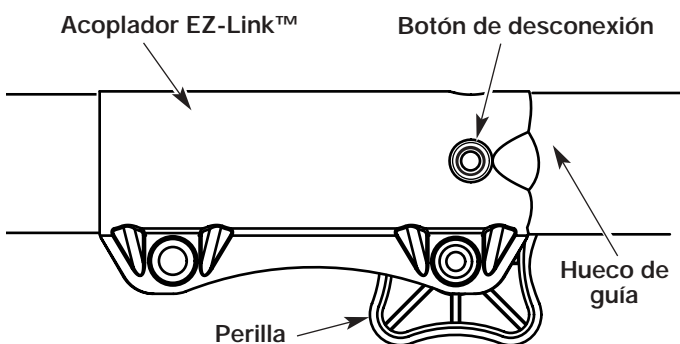

Fig. 24
1. Gire la perilla en sentido antihorario para aflojarla (Fig. 24).
2. Opima y sostenga el botón de desconexión (Fig. 24).
NOTA: La alineación del botón de desconexión con el hueco de guía facilitará la instalación (Fig. 24).